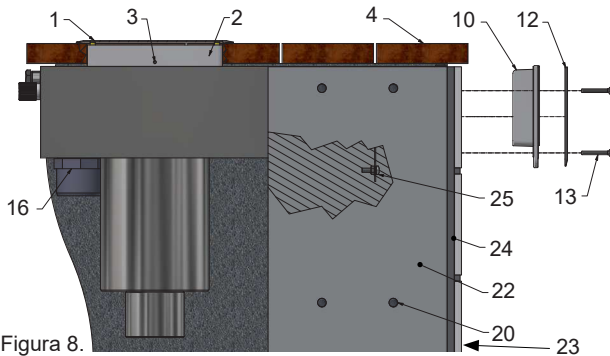

Figura 8.
10. Controllare che lo sportello a ribalta (17) sia posizionato correttamente e che possa muoversi.
11. Montare il telaio di fissaggio (10) e il frontalino (12) con le viti in dotazione (4 pz M5x40), vedere figura 8.
14. Il tubo di scarico (14) va incollato al manicotto (15) con colla in PVC idonea e montato nello skimmer con la guarnizione e il nipplo in dotazione (16). Collegare i raccordi per lo scarico di troppopieno.